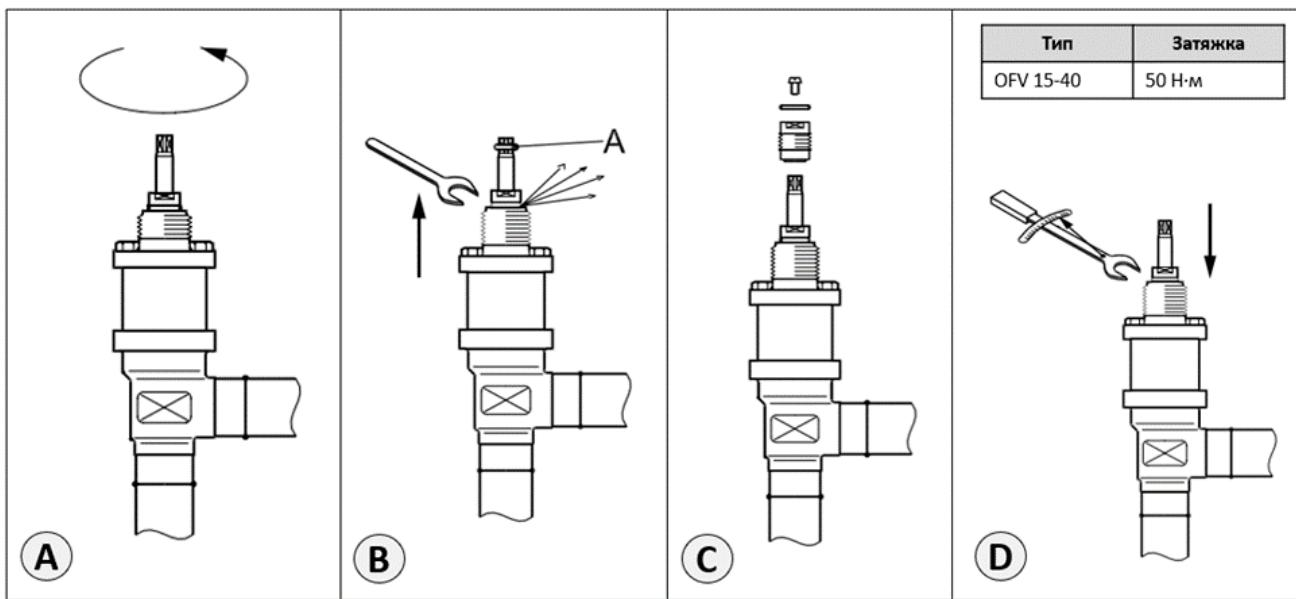

Рис. 4 – Техническое обслуживание
- Для начала необходимо вывернуть шток запорного органа до полного открытия клапана (рис. 4А). В некоторых случаях за сальником может возникнуть избыточное давление. Для выравнивания (броса) давления необходимо закрепить шток запорного органа (маховик) в неподвижном состоянии и медленно откручивать сальниковое уплотнение при помощи ключа (рис. 4В).
- После сброса давления можно снять маховик (если он имеется) и сальник (рис. 4С).